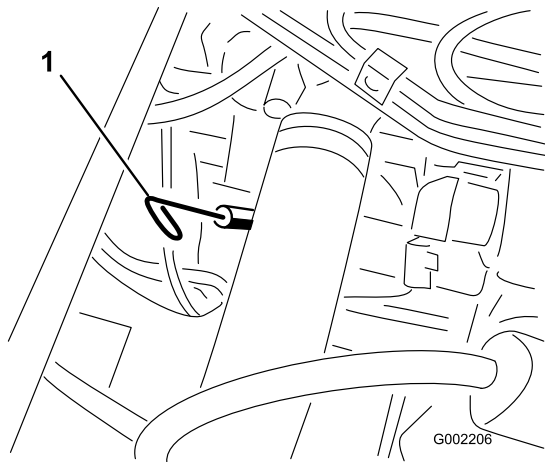

Bild 37
2. Nehmen Sie den Peilstab heraus, der sich unter dem Fahrersitz befindet, und wischen Sie ihn mit einem sauberen Lappen ab (Bild 37). Stecken Sie den Peilstab in das Rohr und stellen Sie sicher, dass er vollständig eingeführt ist. Nehmen Sie den Peilstab heraus und prüfen Sie den Ölstand.
13. Nehmen Sie den Ölfülldeckel ab und gießen Sie langsam 80 % der angegebenen Ölmenge am Öleinfüllstutzen in den Motor (Bild 37).